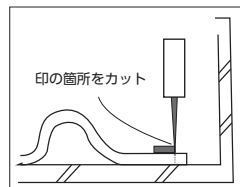

図10
- ④同様の方法で一つの壁面について2～3点印を取り、切込みます。(図10)